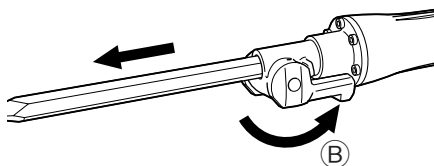

Fig. 6
- (3) Fije el accesorio en su lugar poniendo el retén en la posición **(B)**. Para comprobar si el accesorio ha quedado adecuadamente montada, tire del mismo. (Fig. 6)